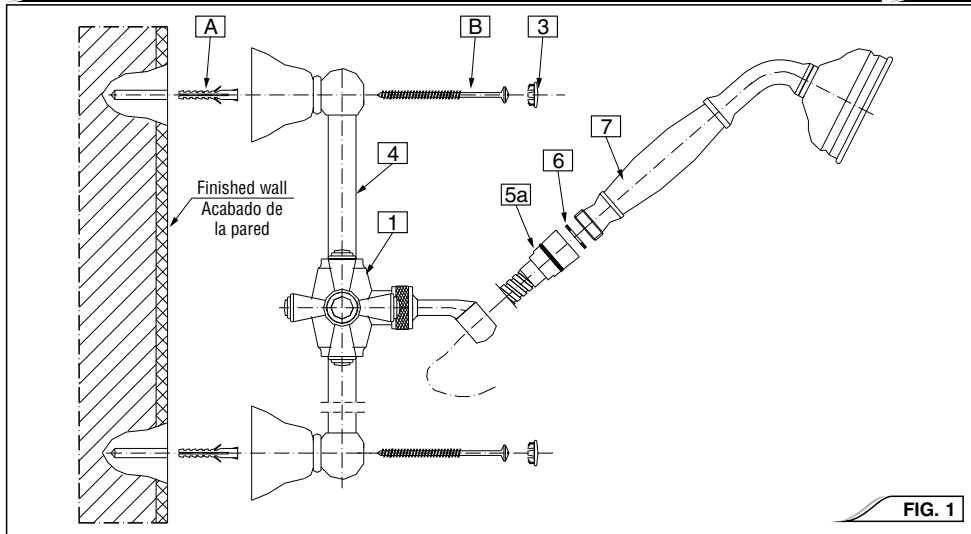

FIG. 1
- See fig. 1 *8600, 8601, 8610, 8611 models*
See fig. 1 8600, 8604, 8610, 8614, 8605 models